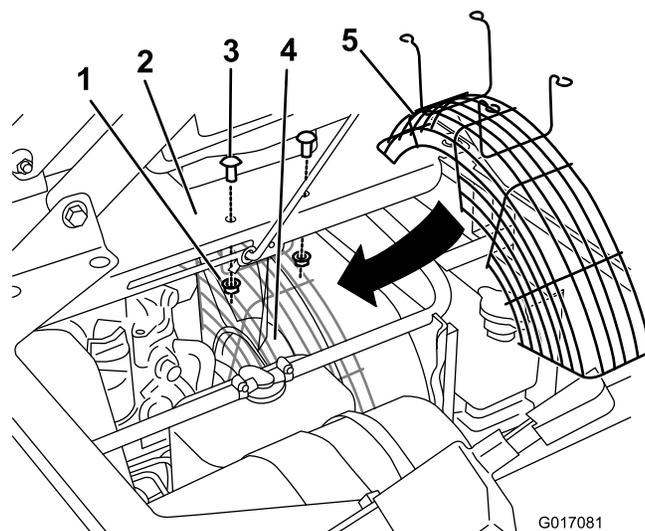

Figura 1
2. Rimuovete i due bulloni e i dadi dalla consolle centrale (Figura 1).
3. Posizionate la protezione sotto la consolle centrale e sopra la ventola (Figura 1).
4. Fissate la protezione della ventola alla consolle centrale con quattro bulloni a testa tonda (5/16 x 3/4 pollice) e quattro dadi flangiati (5/16 pollice) (Figura 1).